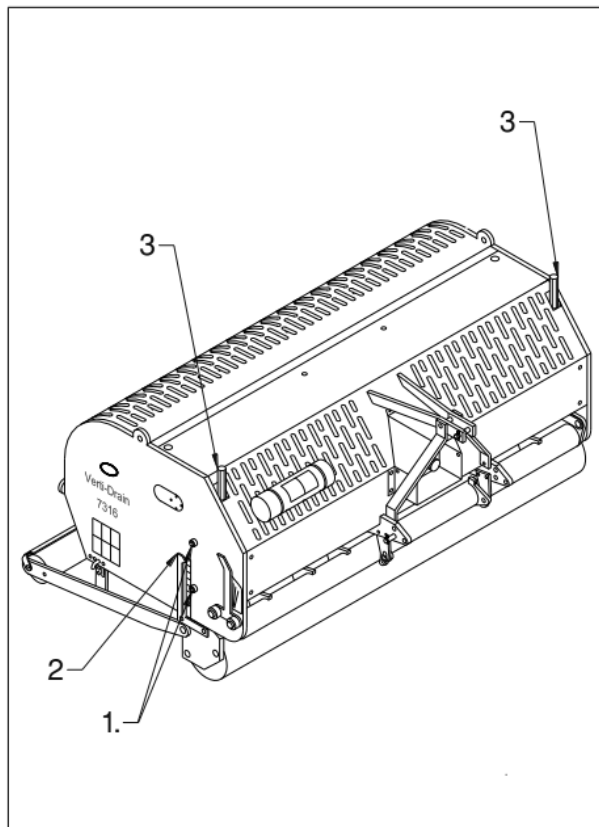

Fig. 4
La profondità di lavoro può essere regolata se la macchina è sollevata, vedere fig. 4. Svitare i dadi 1 di un giro da entrambi i lati della macchina. Successivamente, svitare e stringere la vite 3. Ogni rotazione è di 4 mm. (0.160"). L'adesivo (2) sul lato della macchina indica la profondità impostata. Quando la giusta profondità è stata raggiunta stringere i dadi 1.